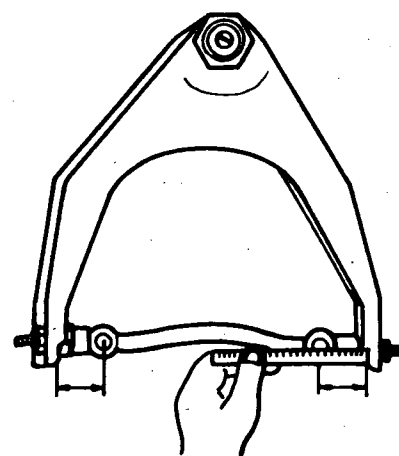

Fig. 2
- d Verifique se o eixo do braço se mantém centrado (fig. 2).